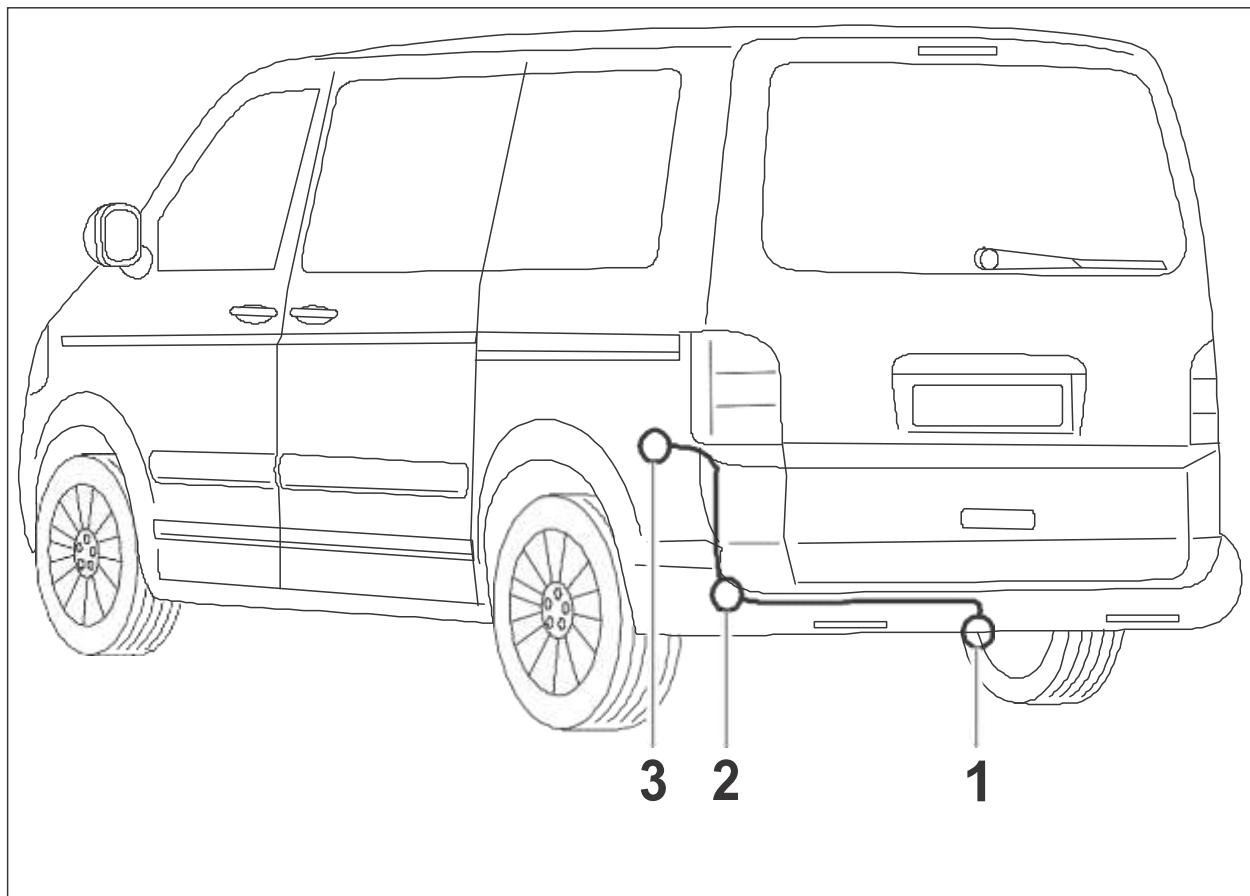

Bild 1: Monteringsöversikt
3. Dra kabelsatsens stickdoseända genom genomföringshylsan (bild 1/2) på bilens vänstra baksida utåt mot fästplåten för uttaget (bild 1/1). Täta genomföringshylsan ytterligare med butylband från leveransomfånget.
7. Skruva fast stickdosan på fästplåten (bild 1/1) med de bifogade skruvarna.
9. Montera bilens genomföringshylsa (bild 1/2) på kabelknippetet, skjut den längs kabelknippetet och sätt in den utifrån i bilens hål. Täta genomföringshylsan ytterligare med tätningsplattan (butylband) från leveransomfånget.
10. Sätt i och kläm fast de 8- och 12-poliga kontakterna på de motsvarande motkontakterna vid det bakre vänstra kopplingsstället (bild 1/3). Dra ut den befintliga 8-poliga bryggkontakten om sådan finns (använts inte mer).